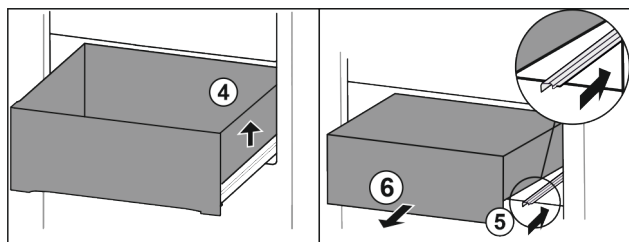

Fig. 160
- ▶ Приподнимите выдвижной ящик справа. Fig. 160 (4)
- ▶ Вставьте правую направляющую. Fig. 160 (5)
- ▶ Извлеките выдвижной ящик движением вперед. Fig. 160 (6)